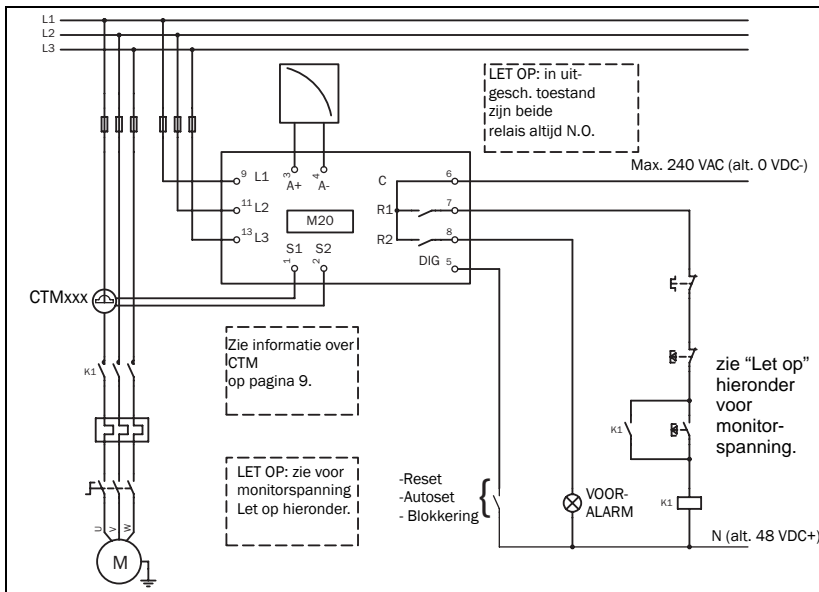
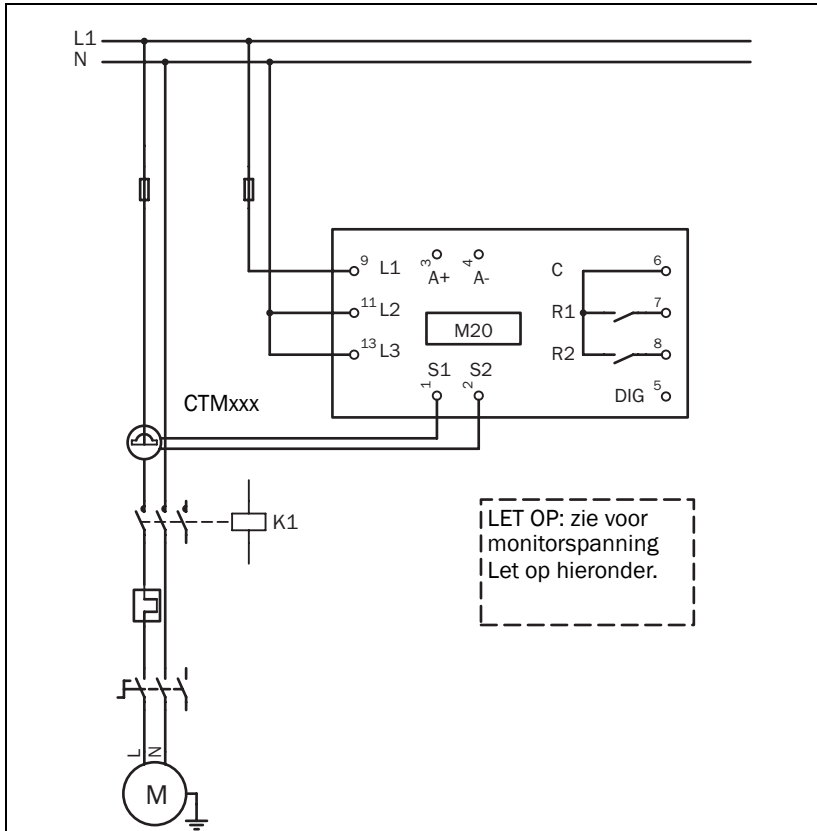

Fig. 1 Aansluitvoorbeeld
Fig. 2 Voorbeeld éénfaseaansluiting.
1. Sluit de Emotron M20 aan volgens hoofdstuk 5 en Fig. 1.
Het onderstaande bedradingsschema is een voorbeeld van hoe de M20 kan worden aangesloten om het start-/stopcircuit van de driefasenmotor te regelen, Fig. 1. Aansluitingen op een eenfasenmotor worden later in deze gebruiksaanwijzing beschreven (Fig. 2), evenals de benodigde programmeerwijzigingen voor dergelijke toepassingen. De standaardinstelling voor de M20 is gebaseerd op drie fasen.
1. De stroomtransformator CTMxxx moet in dezelfde fase worden geplaatst die is aangesloten op klem 9, fase L1. Zie Fig. 1. Indien dit niet gebeurt, functioneert de monitor niet.
2. Zie fig. 2 voor een éénfase-aansluiting.
Let op: de stroomtransformator (CTMxxx) moet in dezelfde fase worden geplaatst die is aangesloten op aansluitklem 9, fase L1. Zie Fig. 1.
LET OP: als de START/STOP is aangesloten zoals in Fig. 1, wordt aanbevolen om voor aansluitklem 6 en 7 een bypass aan te houden tijdens het programmeren. Nadat het programmeren is voltooid, moet de bypass worden verwijderd. Controleer of het bereik van de monitorspanning, bijv. 3x380-500 VAC, overeenkomt met de aangesloten motor/lijnspanning, bijv. 3x 400 V (zie Fig. 1).
Het bedravingsvoorbeeld geeft de aansluitingen weer die vereist zijn voor eenfase-toepassingen. Raadpleeg Fig. 1 voor de overige bedrading.
LET OP: controleer of het bereik van de monitorspanning, bijv. 1x100-240 VAC, overeenkomt met de aangesloten motor/"lijn - nulleider" spanning, bijv. 1x230 V (zie Fig. 2).
Aansluitklem 5 (DIG) en 6 (C – referentie) worden gebruikt door de digitale ingang. Het signaal kan een VAC- of een VDC-signaal zijn. Sluit + aan op aansluitklem 5 (DIG) en - op aansluitklem 6 voor een VDC-signaal. Let op de polariteit wanneer er DC-spanning wordt gebruikt. Zie ook Fig. 1 en aansluitklem 6: max. 240 VAC (of 0 VDC-) en op aansluitklem 5: N (of 48 VDC+). Zie ook hoofdstuk 9, Geavanceerde eigenschappen.